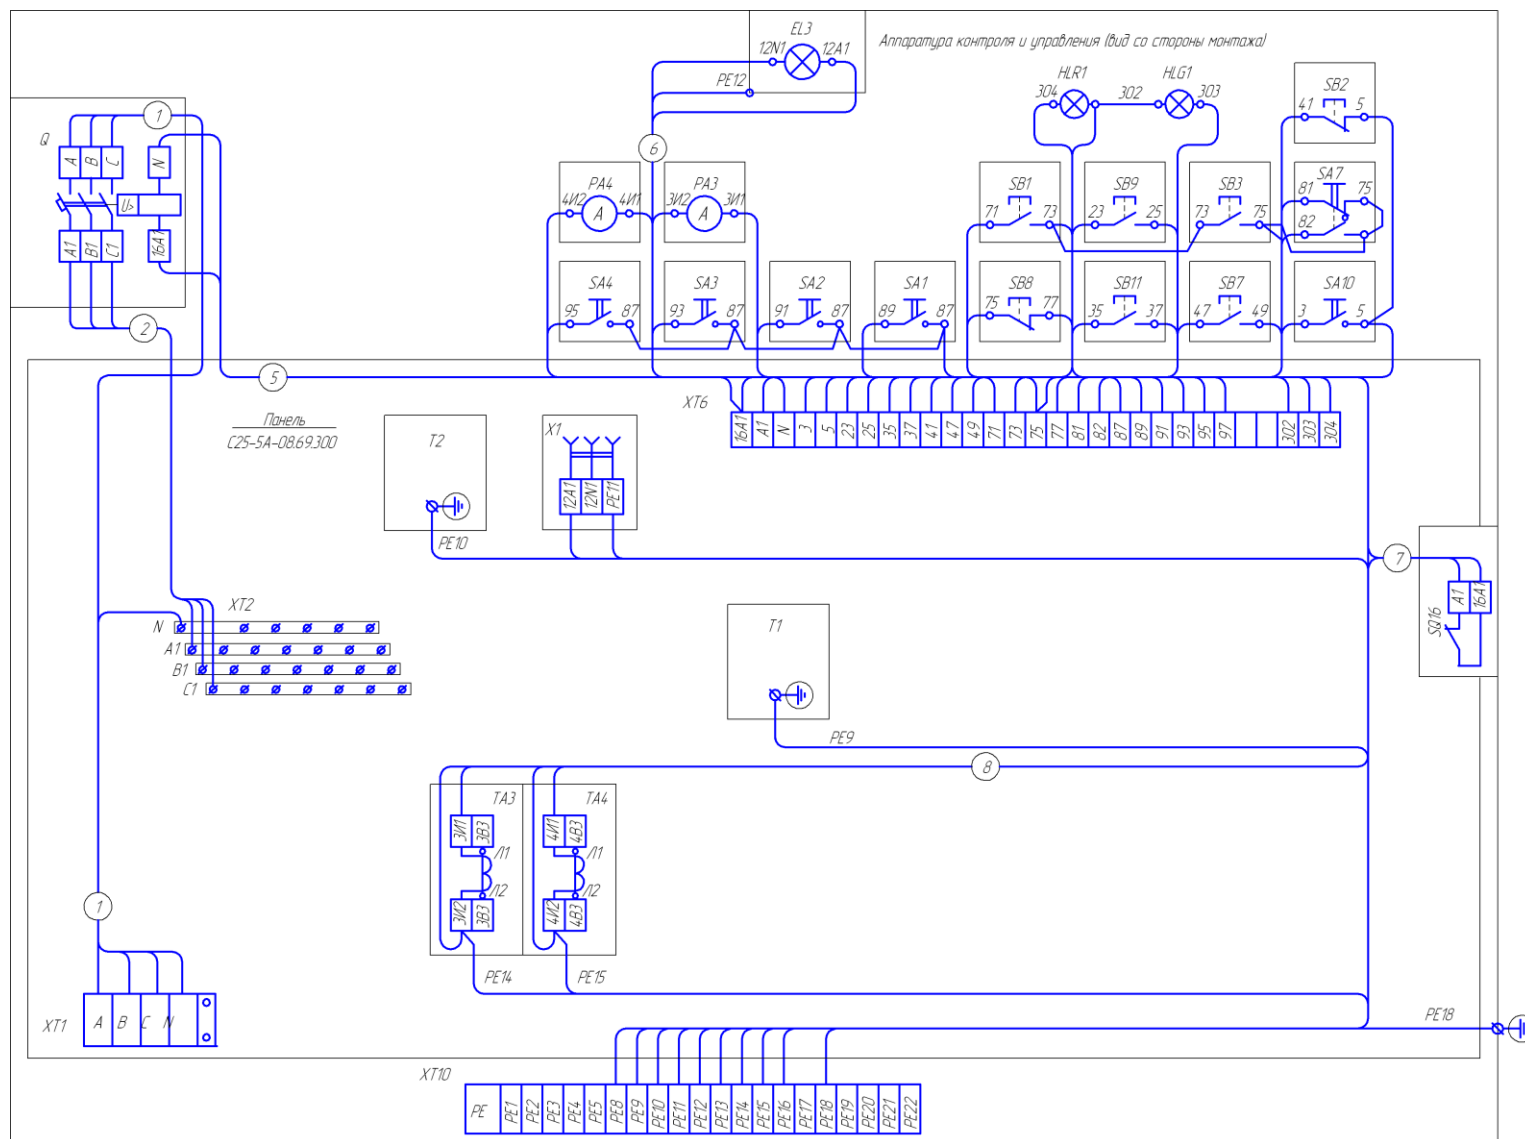

Рис. 21. Схема электрическая соединений станка модели C25-4M
Схема электрическая соединений показана на рис. 21.
8.1.2. Схема пневматическая принципиальная станка см. рис.21а.
Рис.21а. Схема пневматическая